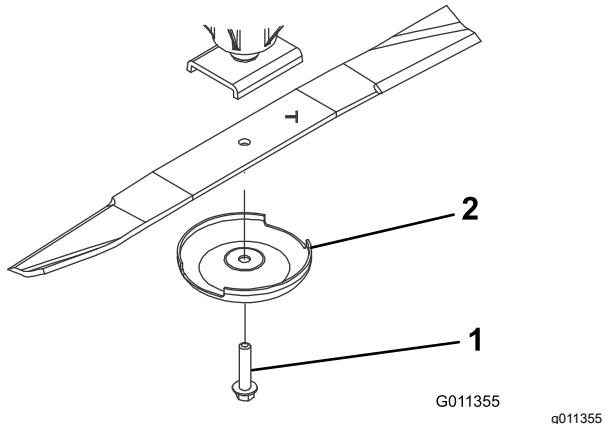

図 101
- スピンドルのシャフトからブレードボルト、芝削り防止カップ、ブレードを取り外す図 101。